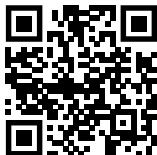

Fig. 141
- Öffnen sie das Liebherr SmartMonitoring Dashboard. (siehe Fig. 141)